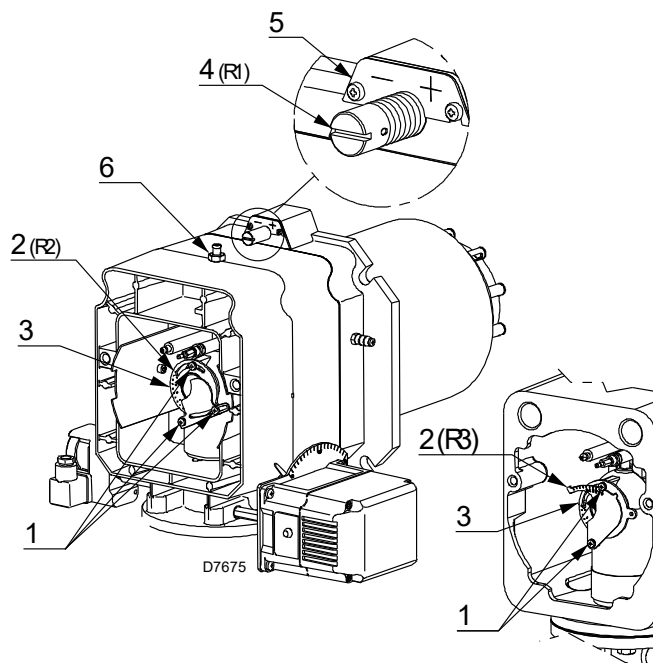

Fig. 19
- Rotiți șurubul 4)(Fig. 19) până când crestătura găsită este aliniată cu planul frontal 5) al flanșei.
- Slăbiți cele 3 șuruburi 1)(Fig. 19) și rotiți piulița inelară 2) până când crestătura găsită este aliniată cu indexul 3).